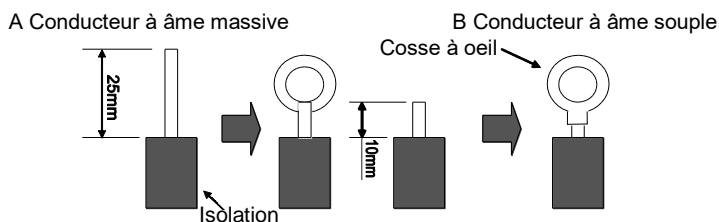

Fig. 36
(1) En cas de conducteurs à âme massive (figure 36)
(2) En cas de conducteurs à âme souple (figure 36)